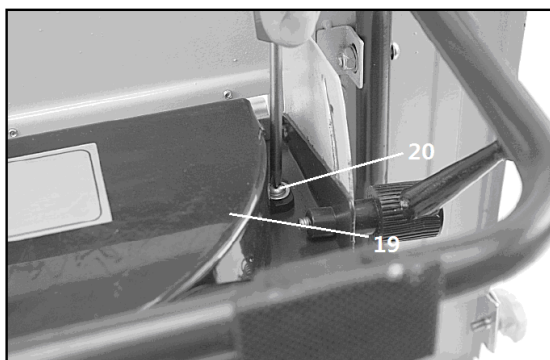

Fig.11
Înlocuirea pânzei de ferăstrău (Fig. 11/12)
1. Deșurubați șuruburile de fixare (20) și scoateți capacul coșului pentru așchii (19). (vezi Fig. 11)